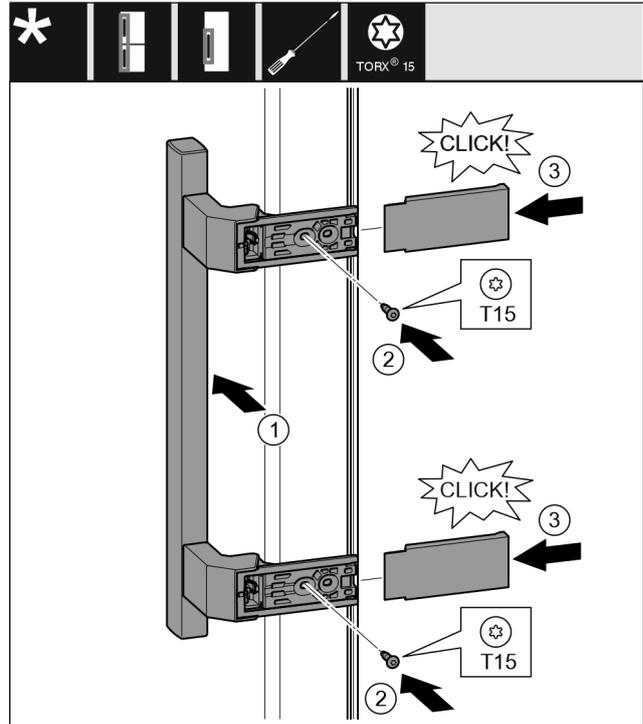

Fig. 15
- ▶ Colocar el tirador en el lado opuesto. Fig. 15 (1)
- ▶ Apretar los tornillos con el destornillador T15. Fig. 15 (2)
- ▶ Colocar las tapas en los laterales y empujarlas. Fig. 15 (3)